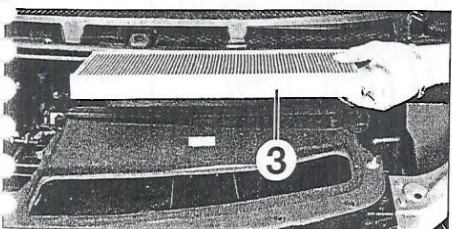

FIGURA 10-2
- Sacar el filtro (3) (figura 10-2).